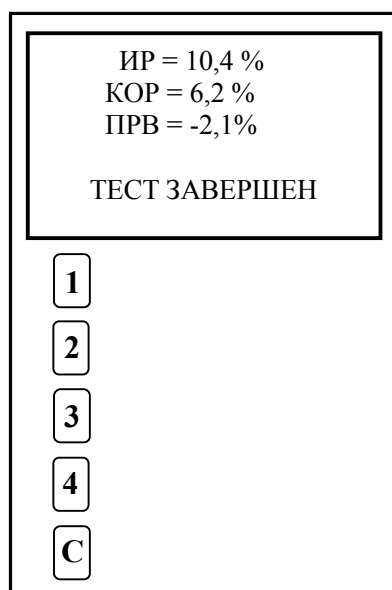

Рисунок 13
13.9 Программа автоматически рассчитывает и отображает на дисплее (Рис.13) три показателя цереброваскулярной реактивности «Индекс реактивности», «Коэффициент относительной реактивности» и «Показатель резерва вазодилатации» (См. раздел 13).